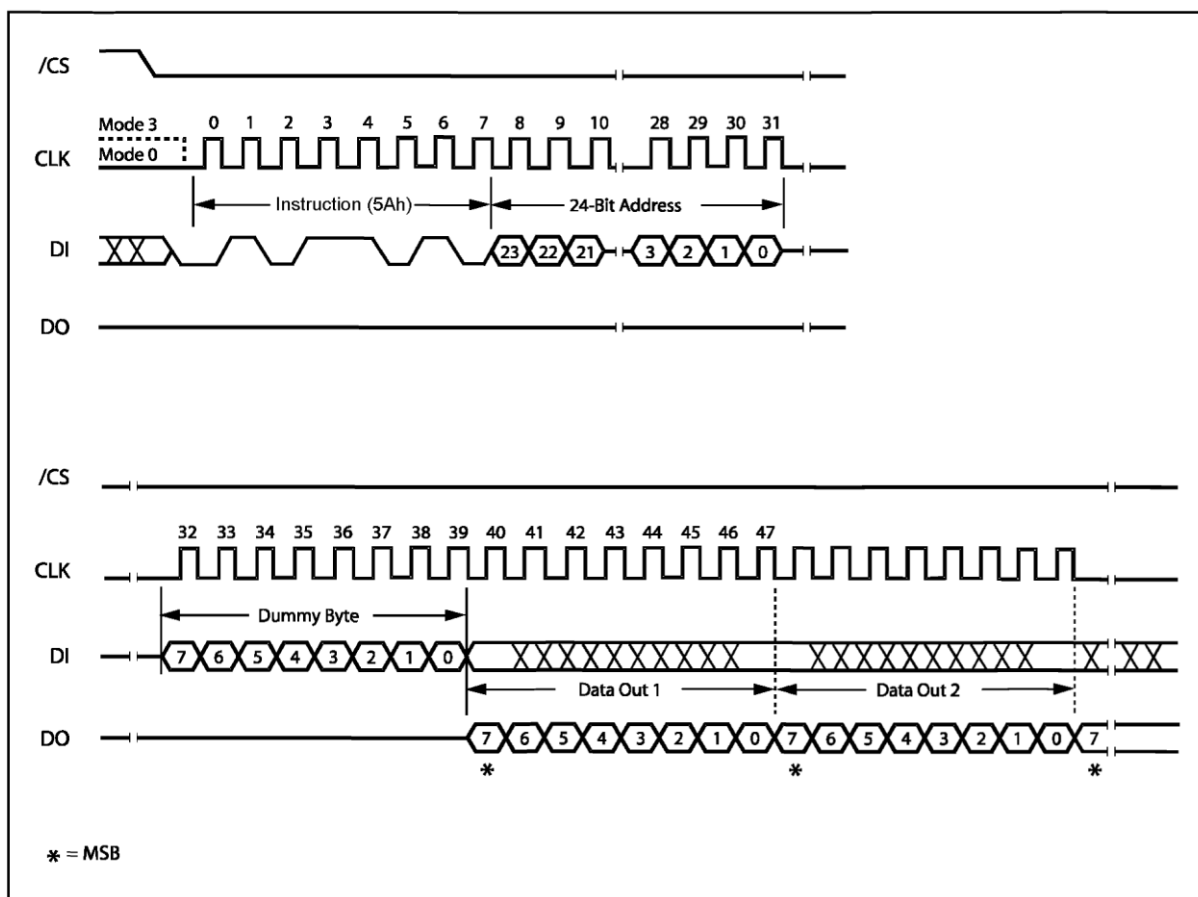

Рисунок 37 – Диаграмма инструкции Read SFDP Register
Инструкция Read SFDP инициируется подачей низкого уровня на контакт /CS и подачей кода инструкции "5Ah", за которым следует 24-битный адрес (A23-A0)(1) на контакт DI. Также требуется восемь "пустых" тактов, прежде чем содержимое регистра SFDP будет передано начиная с 40-го такта CLK по спадающему фронту, старшим значащим битом (MSB) вперед, как показано на рис. 37.